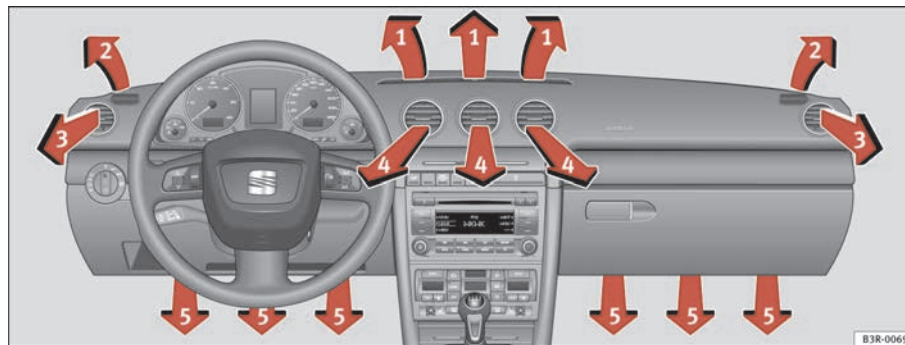

Fig. 143 Plancia portastrumenti: disposizione delle bocchette di ventilazione
Le bocchette (⇒ fig. 143 ③ e ④) si regolano nel seguente modo.
Le funzioni collegate ai tasti sono illustrate qui di seguito. I numeri si riferiscono alle bocchette di ventilazione ⇒ pag. 173, fig. 143.
Dopo aver spento il quadro strumenti, il motorino del ventilatore viene alimentato dal tettuccio solare. Ricordarsi di lasciare aperte le bocchette 3 e 4 ⇒ pag. 173, fig. 143 per ottenere una ventilazione ottimale.